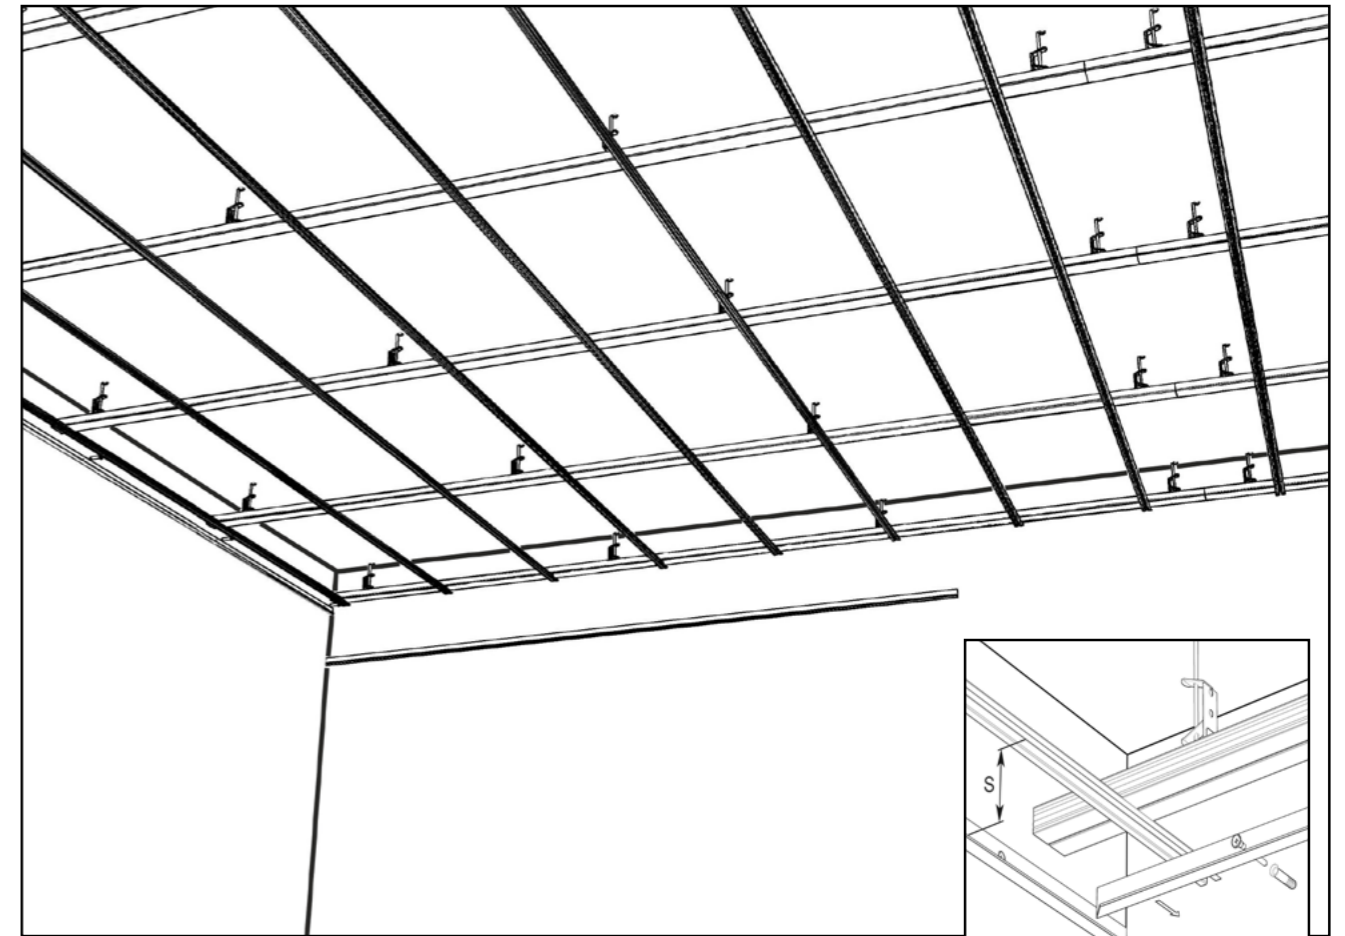

Abb. 3a
**Abb. 3a** zeigt den Wandanschlusswinkel um die Stärke **S** des Akustikelementes tiefer montiert. Alternativ dazu kann der Abschluss zur Wand hin, durch eine Schattenfuge erfolgen. Gilt für alle Acoustic Varianten.